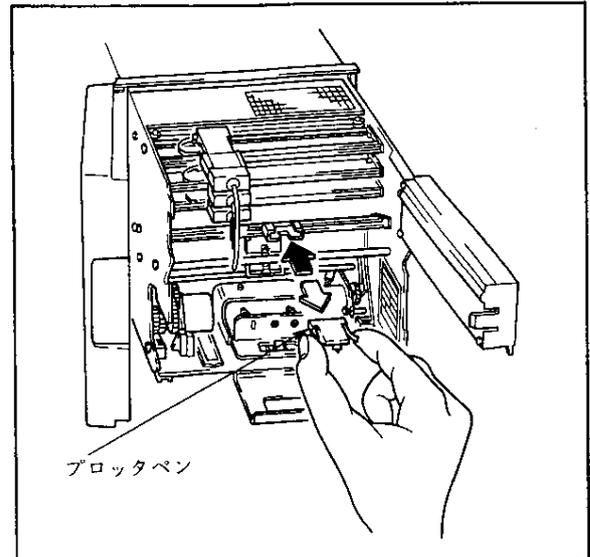

図 5.14
- (4) プロッタペンのストッパをつまみ、プロッタホルダより引きぬきます (図 5.14)。
(5) 新しいプロッタペンをプロッタホルダにはめ込み固定します (図 5.14)。